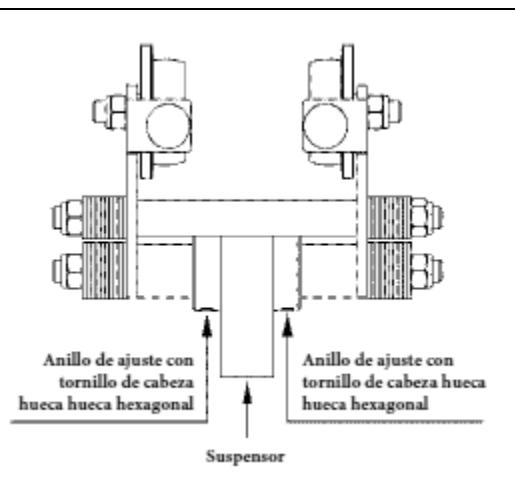

Figura 3-8 Ubicación del Anillo de Ajuste
- 2) Con la Placa Lateral removida, afloje el tornillo de fijación en el Anillo de Ajuste expuesto y deslice el Anillo de Ajuste fuera del Eje de Suspensión (**Ver la Figura 3-8**).
- 3) Deslice el Eje de Suspensión a través del Suspensor del polipasto/tecle y vuelva a instalar los Anillos de Ajuste. Asegúrese de que el suspensor del polipasto/tecle esté centrado en el eje de suspensión del trole. (**Ver Figura 3-8**).
- 3) Si un suspensor no está instalado o requiere ajustes, retire uno de los anillos de ajuste que lo sujetan aflojando el tornillo hexagonal y deslizándolo fuera del eje de suspensión. Puede ser necesario reubicar los anillos de ajuste para centrar el suspensor correctamente. (**Ver Figura 3-8 y 3-9.**)